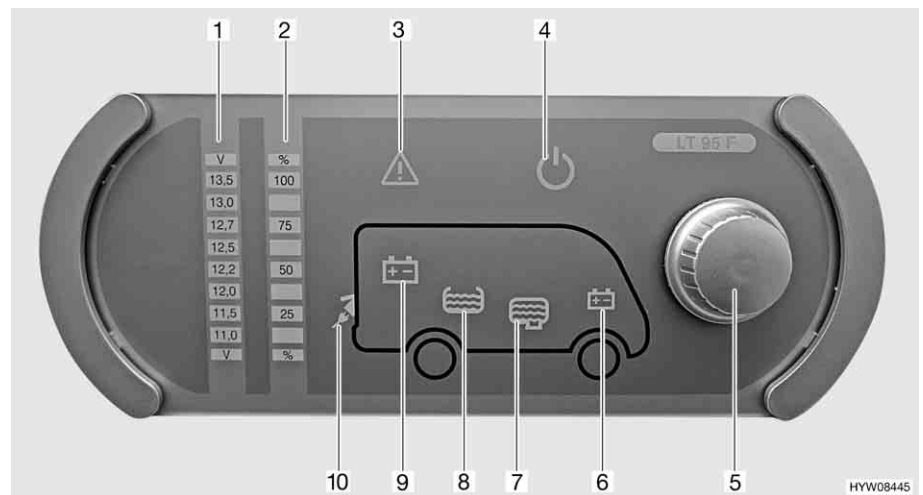

Fig. 78 Pannello di controllo (LT 95)
Il pulsante a rotazione (Fig. 78,5) inserisce o disinserisce il pannello di controllo e l'alimentazione a 12 V dell'abitacolo.
Accensione: ■ Premere il pulsante a rotazione (Fig. 78,5): L'alimentazione a 12 V dell'abitacolo è inserita. La spia di controllo a 12 V (Fig. 78,4) diventa verde.
Spegnimento: ■ Premere il pulsante a rotazione (Fig. 78,5): L'alimentazione a 12 V dell'abitacolo è disinserita. La spia di controllo a 12 V (Fig. 78,4) si spegne.
Mediante il pulsante a rotazione (Fig. 78,5) si possono interrogare sia la tensione della batteria dell'abitacolo che la tensione della batteria di avviamento. La tensione viene visualizzata sulla scala indicatore per la tensione della batteria (Fig. 78,1).
Indicazione: ■ Ruotare il pulsante a rotazione (Fig. 78,5), finché si accende il simbolo della batteria della quale deve essere interrogata la tensione.
Viene indicata la tensione della batteria dell'abitacolo (Fig. 78,9)
Viene indicata la tensione della batteria di avviamento (Fig. 78,6)
■ Leggere la tensione sulla scala indicatore della tensione della batteria (Fig. 78,1).
Mediante il pulsante a rotazione (Fig. 78,5) si possono interrogare sia il livello del serbatoio dell'acqua che il livello del serbatoio delle acque grigie. Il livello viene visualizzato sulla scala indicatore livello dei serbatoi (Fig. 78,2).
- Ruotare il pulsante a rotazione (Fig. 78,5), finché si accende il simbolo del serbatoio del quale deve essere interrogato il livello.
Viene indicato il livello del serbatoio dell'acqua (Fig. 78,8)
Viene indicato il livello del serbatoio delle acque grigie (Fig. 78,7)
- Leggere il livello sulla scala indicatore del livello serbatoio (Fig. 78,2).
La spia luminosa Alarm (Fig. 78,3) lampeggia non appena i valori limite fissati vengono superati per eccesso o per difetto.
La spia luminosa Alarm (Fig. 78,3) lampeggia non appena la tensione della batteria scende al di sotto di 11 V. Se l'alimentazione a 12 V è accesa, si accende anche il relativo simbolo della batteria (Fig. 78,6 o 9), e l'indicatore "11,0" sulla scala indicatore della tensione della batteria (Fig. 78,1) lampeggia. Rischio di uno scaricamento totale della batteria.
La spia luminosa Alarm (Fig. 78,3) lampeggia ed il relativo simbolo del serbatoio (Fig. 78,7 o 8) si accende non appena il serbatoio dell'acqua è vuoto o il serbatoio delle acque grigie è pieno.
La spia di controllo a 230 V (Fig. 78,10) si accende quando all'ingresso della centralina elettrica è presente una tensione di rete.